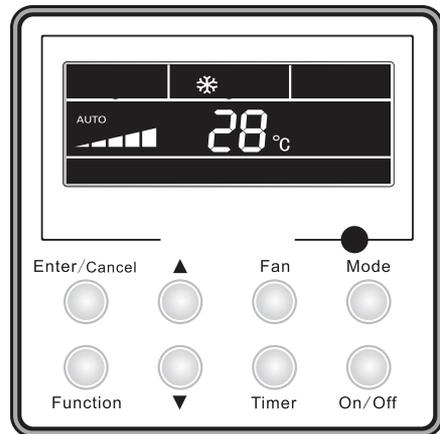

Fig. 5 Starea ON a unității
- ② . Starea prezentată în Fig. 5 indică starea ON (pornit) a unității după alimentare